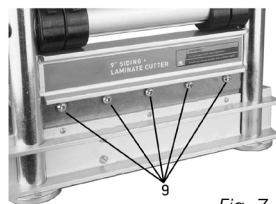

Fig. 7
1. Retirez les 5 vis hexagonales (n° 9) retenant la lame à l'ensemble (fig. 7).